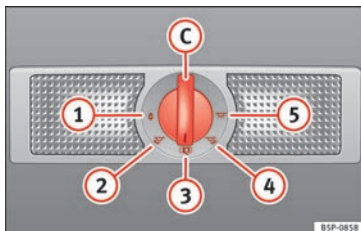

Fig. 66 Revestimiento interior del techo: iluminación interior y de lectura de la parte trasera del habitáculo.
Con el mando » **fig. 66 (C)** puede seleccionar las siguientes posiciones:
Con el mando en la posición » **fig. 66 (1)**, la luz interior y las de lectura están apagadas.